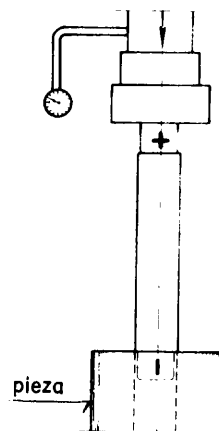

Fig. 5
- b Monte la pieza en el mandril a presión, usando una prensa (fig. 5).